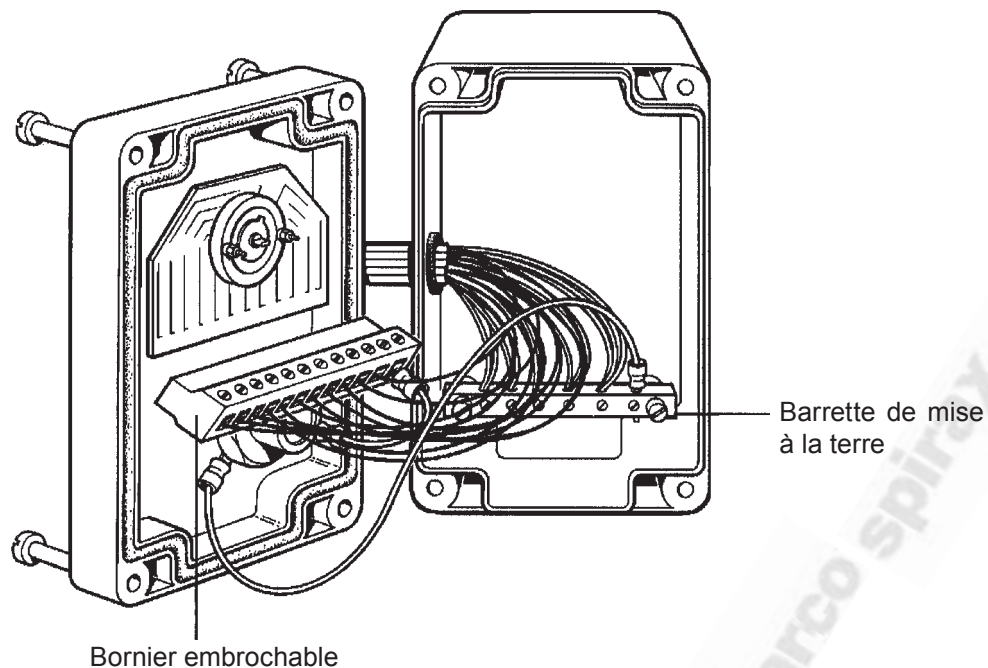

Fig. 3
5. Dans le cas du R12, raccorder les prolongements de tous les fils rouges ou verts aux bornes numérotées du bornier embrochable, en repérant le numéro de chaque sonde (voir Fig. 3). Le feuillet joint peut être utilisé à cet effet. Les prolongements de tous les fils bleus doivent être reliés à la borne de prise de terre située à la base du boîtier.